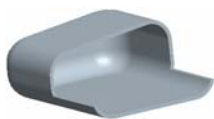
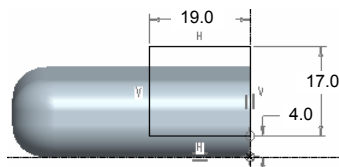

图 5.38.7 实体切削拉伸特征 2
图 5.38.8 截面草图
Step6. 创建图 5.38.7 所示的切削拉伸特征 2。
(1) 单击 **模型** 功能选项卡 **形状** 区域中的 **拉伸** 按钮。
(2) 按下操控板中的“移除材料”按钮 ；在图形区空白处右击，从弹出的快捷菜单中选择 **定义内部草绘...** 命令；选取 RIGHT 基准平面为草绘平面，TOP 基准平面为参考平面，方向为 **左**；单击 **草绘** 按钮。进入截面草绘环境后，绘制图 5.38.8 所示的截面草图，完成后单击“确定”按钮 。
(3) 定义深度类型。在操作板上单击 **选项** 按钮，在弹出的 **深度** 面板的 **侧 1** 下拉列表中选择深度类型 （即“穿透”拉伸），在 **侧 2** 下拉列表中也选取深度类型 。